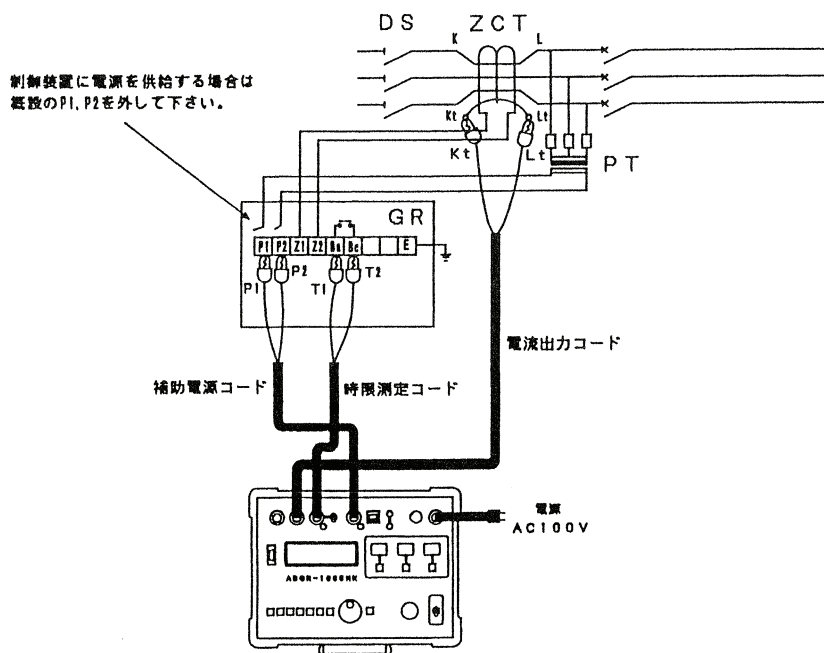

図2：試験回路図一電気室の単体試験（停電状態）
6. 以上のような点を注意し、試験回路を構成します。(図2,3,4)